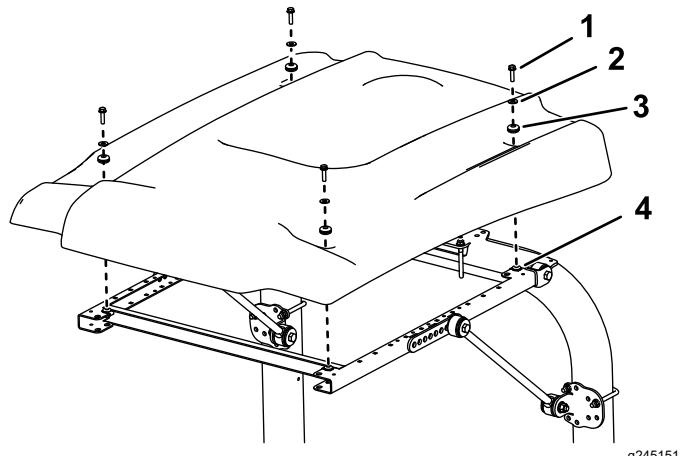

Bild 28
15. Positionieren Sie das Sonnendach beim Ausfluchten der Befestigungslöcher am Rahmen wie in Bild 28 abgebildet.
16. Befestigen Sie jede Ecke des Sonnendachs mit einer Bundkopfschraube ($5/16$ " x $1\frac{1}{4}"), einer kleinen Scheiben und einer Scheibe lose am Rahmen (Bild 28).$